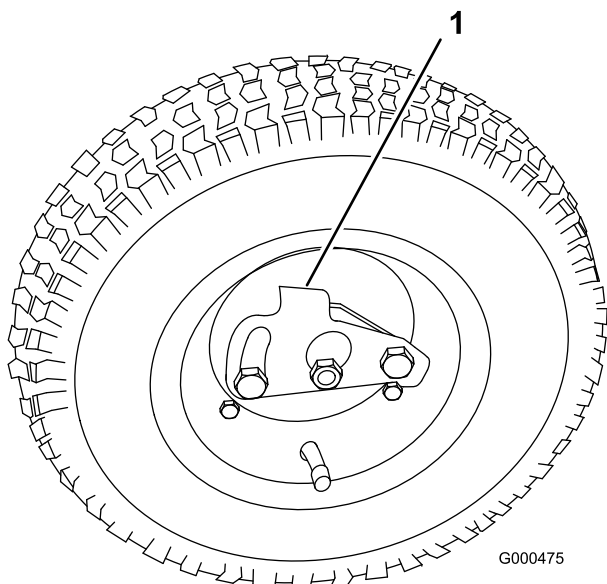

Bild 20
2. Drücken Sie den Radarretierclip zur Mitte des Rads und schieben Sie das Rad auf die Sechskantwelle (Bild 20).